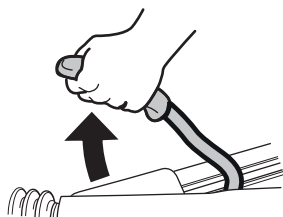

Fig. 9
- Træk parkeringsbremsen og / eller sørg for at sikre dækkene med kiler (Fig. 9).